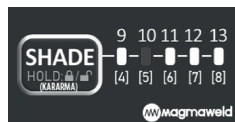

Рисунок 2
• Для настройки 9-13; Сначала выберите режим источника, затем SHADE. Кратковременно нажмите и отпустите кнопку. В это время индикатор SHADE будет мигать. Чтобы отрегулировать уровень затемнения, нажмите и отпустите кнопку и зафиксируйте ее на желаемом уровне в диапазоне 9–13. Рисунок 2.
• Для настройки 4-8; Сначала выберите режим, затем кратковременно нажмите и отпустите кнопку SHADE. В это время индикатор SHADE будет мигать. Чтобы отрегулировать уровень затемнения, нажмите и отпустите кнопку и зафиксируйте ее на желаемом уровне от 4 до 8. Рисунок 2.